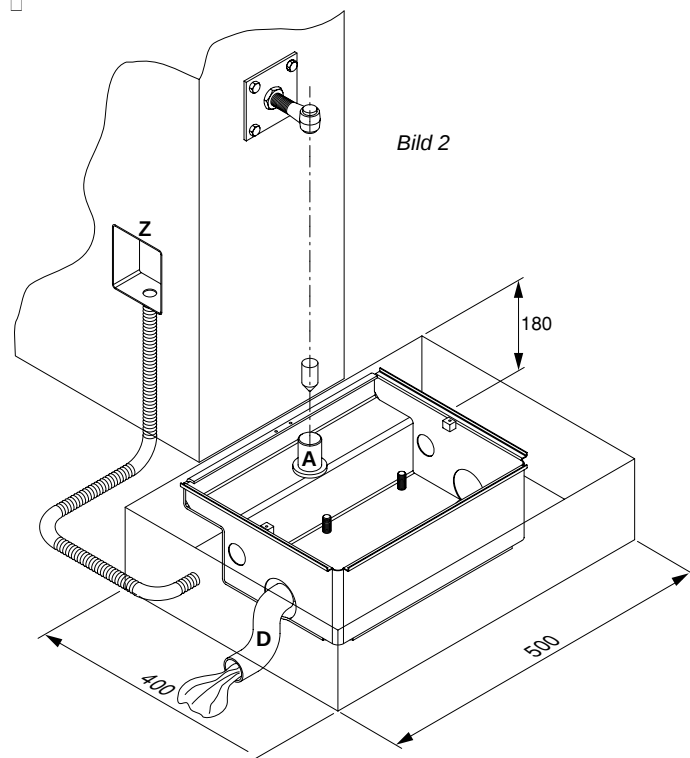

Bild 2
Der Fundamentkasten BTCF muß unterhalb des Tordrehpunktes □ einzementiert werden. Bitte beachten Sie, daß die Antriebswelle □ "A" (Bild 2) im Lot zum Drehpunkt des Tores liegt. Der Fundament- □ kasten ersetzt das untere Torscharnier. Dieses ist zu entfernen. □
□ Nach den Maßen in Bild 2 ein Fundament ausheben. Ein Drainage- □ rohr "D" unbedingt verlegen, um Wasserückstauungen zu vermeiden. □